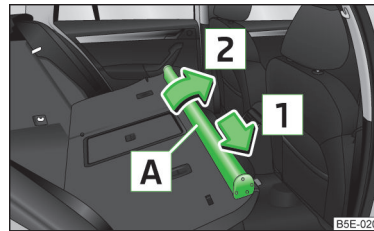

Abb. 103
- › Das Netztrennwandgehäuse **A** in Pfeilrichtung **1** schieben und aus den Aufnahmen an den Rücksitzelehnen in Pfeilrichtung **2** » Abb. 103 herausnehmen.
- › Das Netztrennwandgehäuse entgegen der Pfeilrichtung **1** » Abb. 103 bis zum Anschlag schieben.